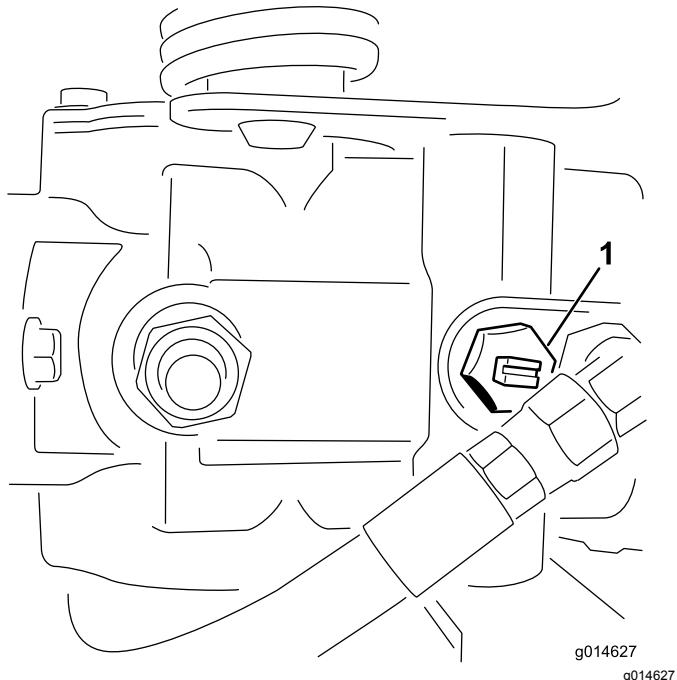

Figure 22
1. Localisez la vanne de dérivation sur la pompe et tournez-la jusqu'à ce que la fente soit verticale (Figure 22).
2. Avant de mettre le moteur en marche, fermez la vanne de dérivation (fente horizontale) (Figure 22). Ne mettez pas le moteur en marche quand la vanne est ouverte.